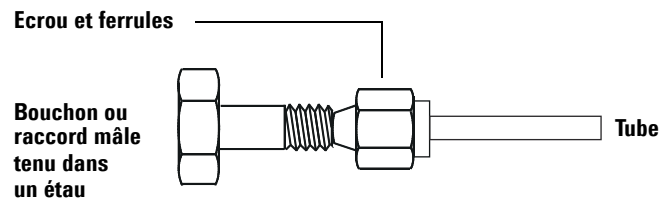

Figure 12 Assemblage du raccord
- 3 Poussez le tube dans le raccord mâle en acier inoxydable (Figure 12).